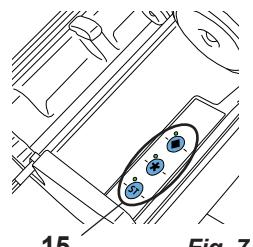

Fig. 7
- ⇒ Ative o programa de mistura pressionando o botão de programa correspondente (15, Fig. 7).